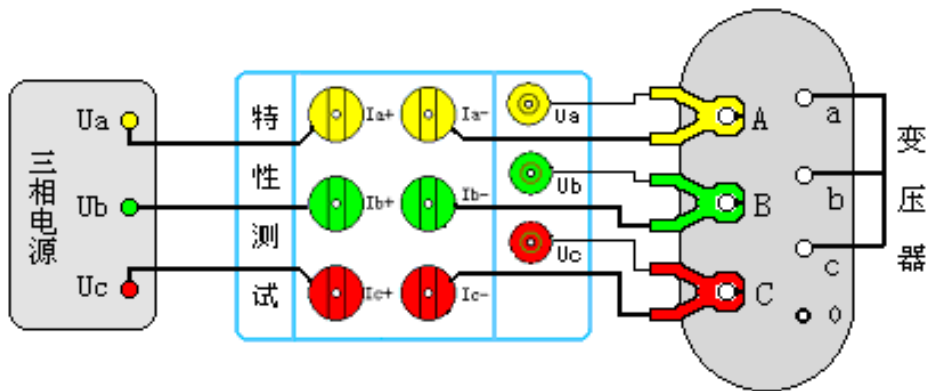

图 27、三相电源测量变压器短路损耗
(4). 三相三线电源测量变压器短路损耗：从变压器高压侧施加三相测试电源，低压侧用专用短接线良好短接，如图 27 接线：